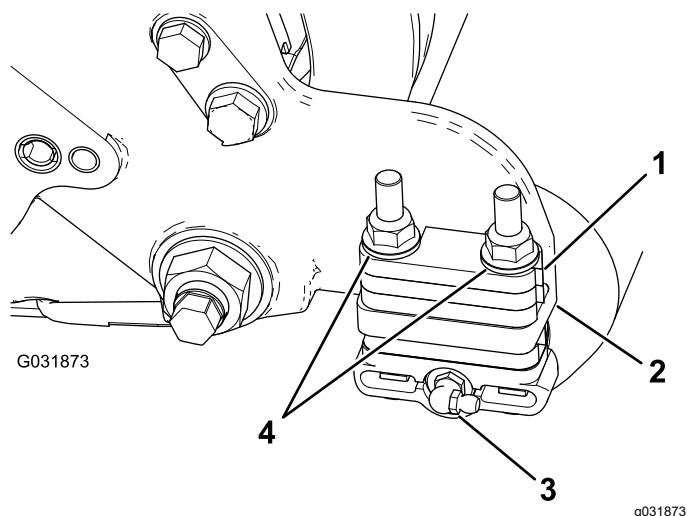

Figura 7
1. Retire o bocal de lubrificação do rolo de cada lado da unidade de corte que possui a caixa da escova do cilindro (Figura 7).
3. Remova as duas porcas de flange que prendem cada suporte do cilindro às placas laterais (Figura 7).